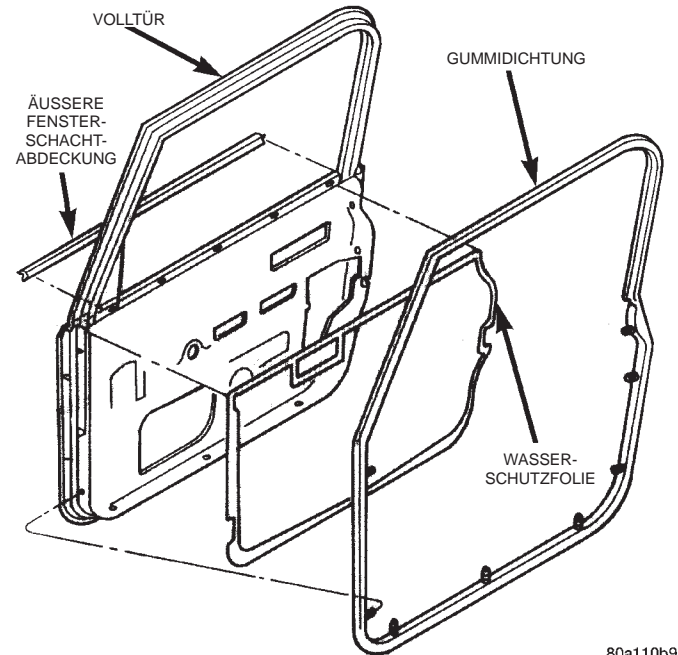

Abb. 31 Kompletttür — Umlaufende Türdichtung
- (1) Türdichtung von der Führung abziehen.
- (2) Dichtung von der Tür abnehmen.
- (3) Halteclips nach Bedarf ausrasten, mit denen die Führung an der Tür befestigt ist. Führung von der Tür abziehen (Abb. 31).